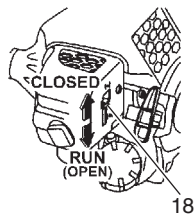

Fig. 13
2. Lleve la palanca del estérter (18) a la posición CLOSED (cerrado). (Fig.13)